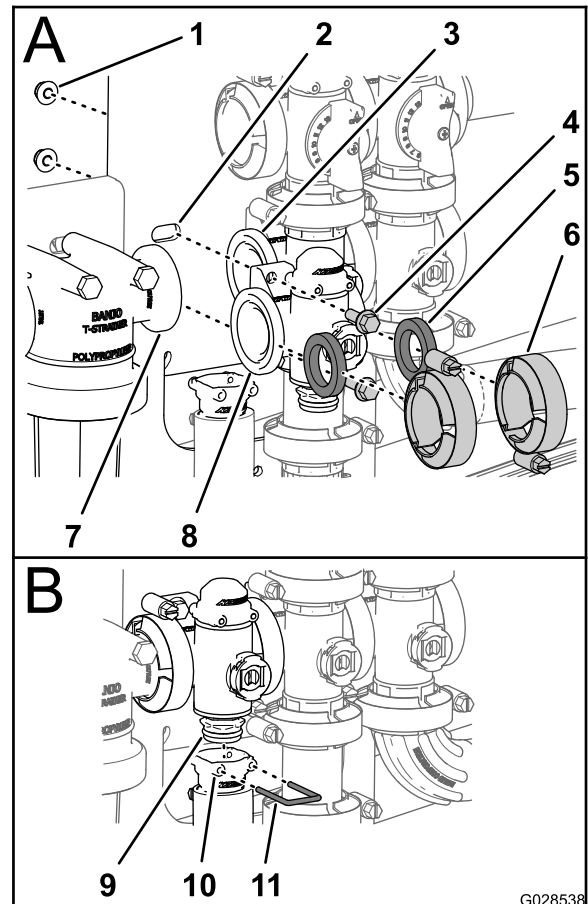

Figura 101
1. Alinee una junta entre las bridas del distribuidor de la válvula de control de caudal y la cabeza del filtro de presión (Figura 101, A).
2. Monte el distribuidor de la válvula de control de caudal, la junta y la cabeza del filtro de presión con una abrazadera y apriete a mano (Figura 101, A).
3. Alinee una junta entre las bridas del distribuidor de la válvula de control de caudal y el distribuidor de la válvula de agitación (Figura 101, A).
4. Monte el distribuidor de la válvula de control de caudal, la junta y el distribuidor de la válvula de agitación con una abrazadera y apriete a mano (Figura 101, A).
5. Monte la válvula de control de caudal en el soporte de la válvula con los 2 pernos con arandela prensada y 2 contratuercas con arandela prensada (Figura 101, A) que retiró en el paso 3 de Retirada del distribuidor de control de caudal (página 72), y apriete el perno y la tuerca a 10,2–12,4 N·m.
6. Monte el conector de salida en el conector de extremo inferior del distribuidor (Figura 101, B).
7. Sujete el conector de extremo al conector de salida insertando una horquilla de retención en el alojamiento del conector de salida (Figura 101, B).